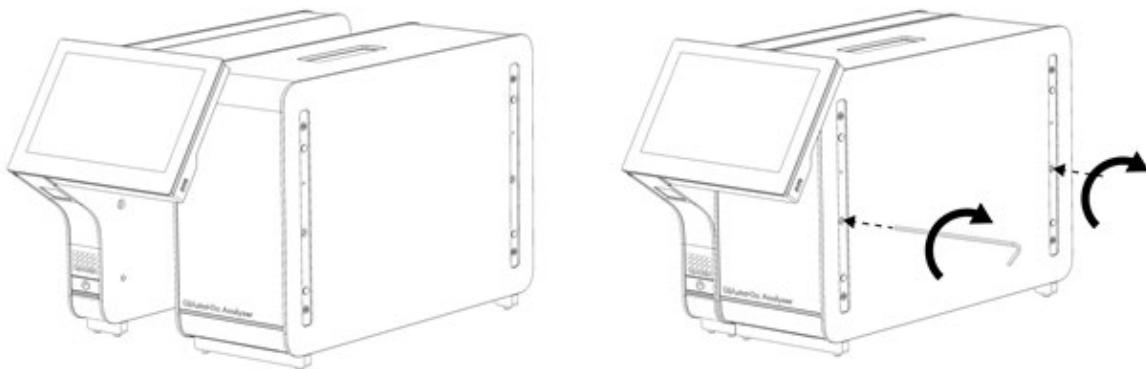

Abbildung 6. Anbringen des Betriebsmoduls am Analysemodul.
3. Nehmen Sie das Betriebsmodul aus der Kiste und befestigen Sie es an der linken Seite des Analysemoduls. Ziehen Sie die Schrauben unter Verwendung des mit dem QIAstat-Dx Analyzer 2.0 gelieferten Werkzeugs für das Analyse- und Betriebsmodul fest (Abbildung 6).